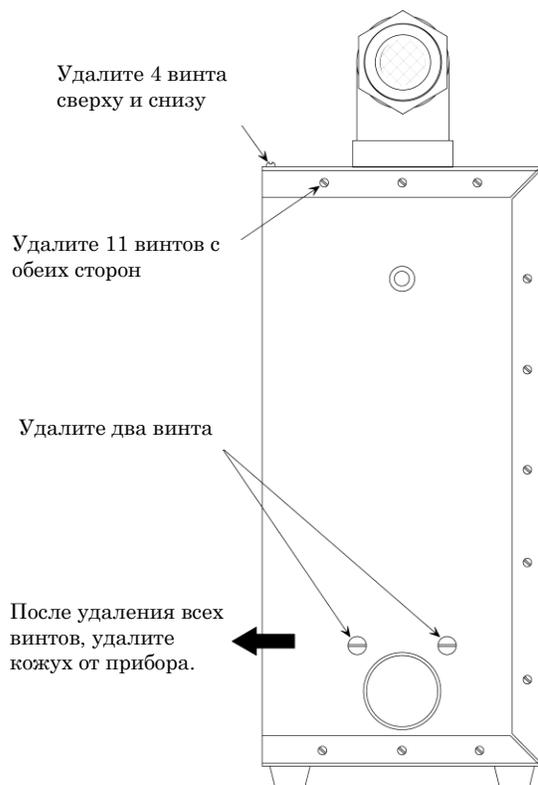

Рис. 4-2. Снятие крышки
3. Извлеките винты из крышки, как показано на рис. 4-2; затем снимите крышку с прибора.